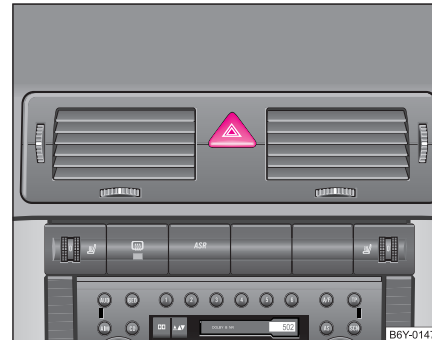

Abb. 35 Schalttafel: Schalter für Warnblinkanlage
- Drücken Sie den Schalter  ⇒ Seite 57, Abb. 35, um die Warnblinkanlage ein- bzw. auszuschalten.